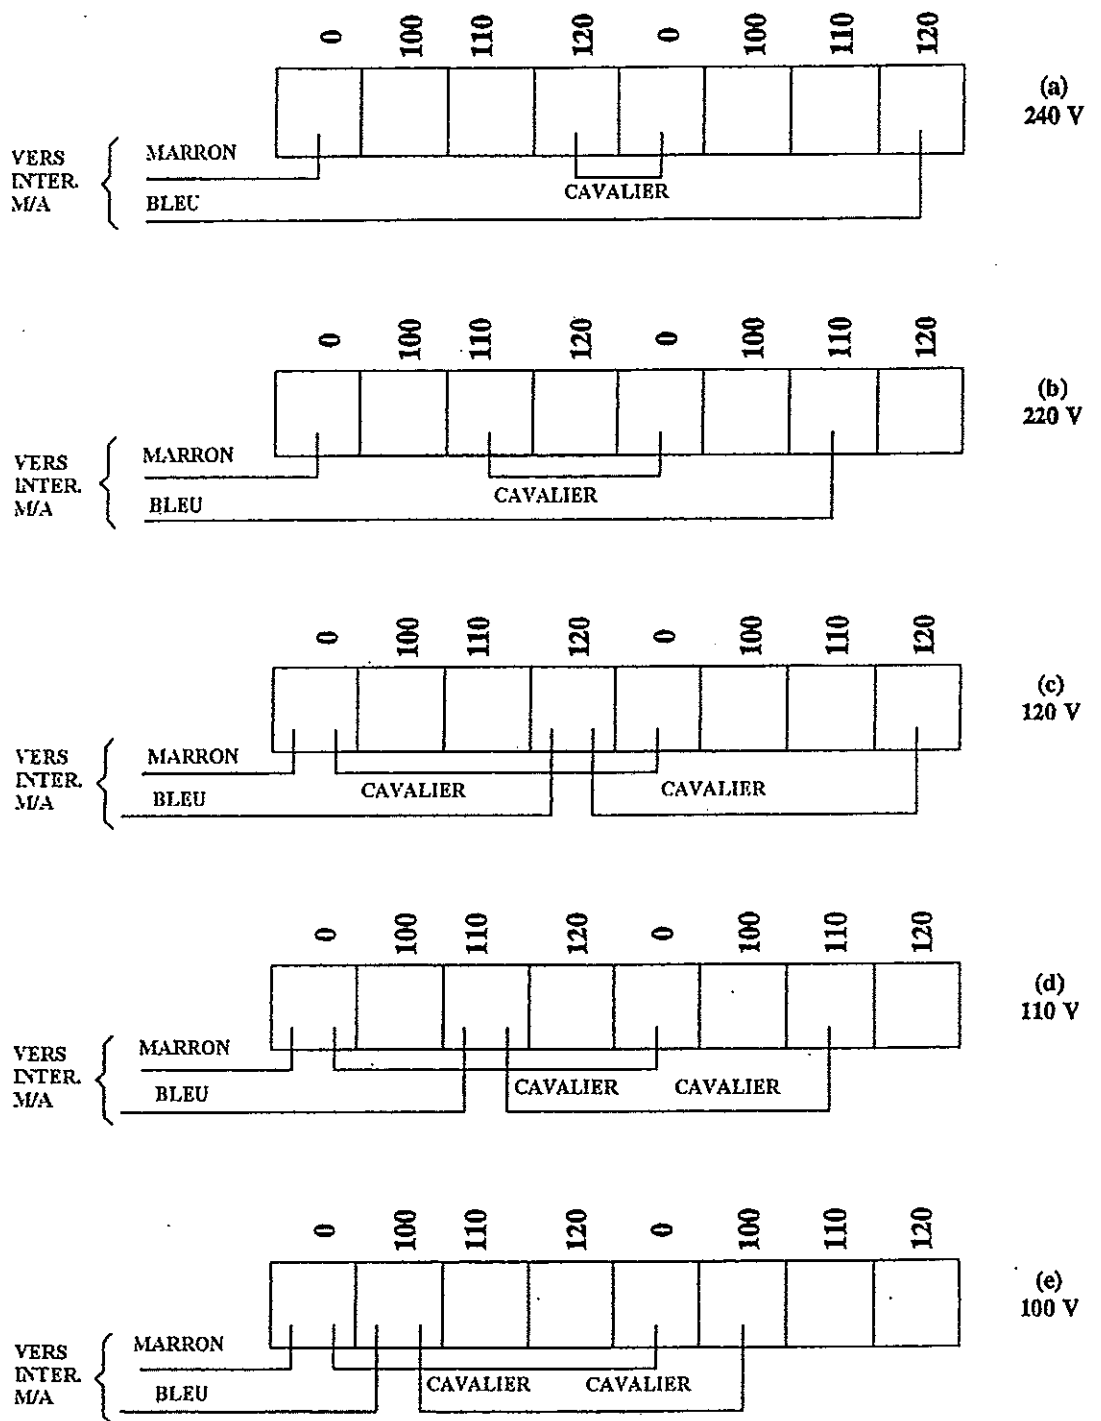

Figure 4.1 Cavaliers du transformateur d'alimentation
4.3 Cavaliers d'entrée (voir figure 4.1)
- (1) Assurez-vous que l'amplificateur est bien déconnecté du secteur, ou de sa source d'alimentation extérieure.
- (2) Enlevez le panneau supérieur.
- (3) Vérifier les connexions des bornes d'alimentation du transformateur toroïdal, sur les bornes montées sur le châssis près du transformateur. Les connexions doivent être faites en fonction de la tension d'alimentation requise (voir figure 4.1).